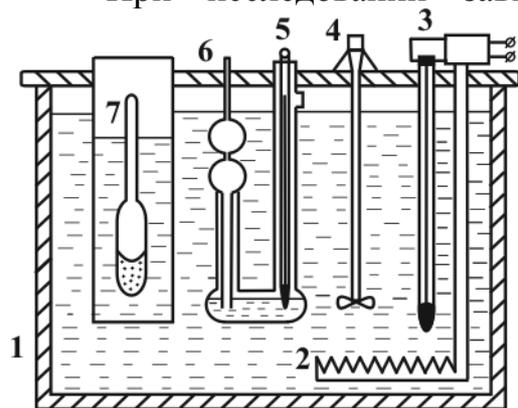

Рис. 2.26
При исследовании зависимости вязкости жидкости от температуры вискозиметр с исследуемой жидкостью помещают в термостат, в котором есть возможность регулировать температуру (рис. 2.26).
2. К узкому колену вискозиметра присоедините насос и с его помощью поднимите уровень жидкости выше отметки  $a$ , (рис. 2.26). Наблюдая за тем, чтобы в капилляре  $A$  и в рабочем объеме  $C$  вискозиметра не было пузырьков воздуха, заполните жидкостью весь рабочий объем  $C$ .
9. Вычислите среднее значение энергии активации молекул исследуемой жидкости в указанном интервале температур по формуле (15) или